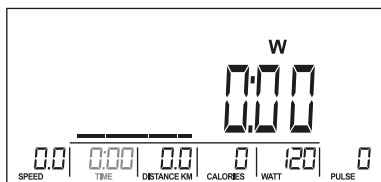

Рис. 21
3. За допомогою регулятора встановіть значення TIME. (Рис. 21).